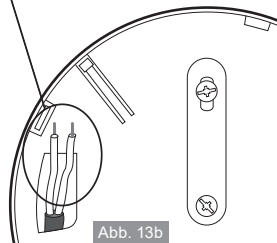

Abb. 13b
2. Ziehen Sie das Kabel durch die Öffnungen in der Montageplatte, bevor Sie diese an die Decke schrauben (siehe Abbildung 13b).
4. Heben Sie den Anschlussklemmenblock mit einem kleinen Schraubendreher vertikal heraus (siehe Abbildung 13b).